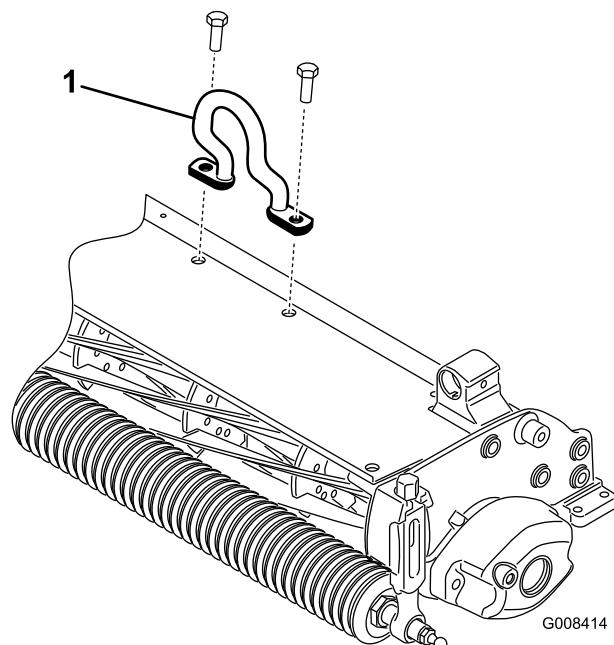

Figura 12
2. Instale el gancho de elevación acodado (Figura 12) en la parte superior de la unidad de corte con (2) tornillos de caperuza M10-1,5. Apriete los pernos a 34-40 Nm. El gancho de elevación acodado debe colocarse con el gancho hacia adelante.